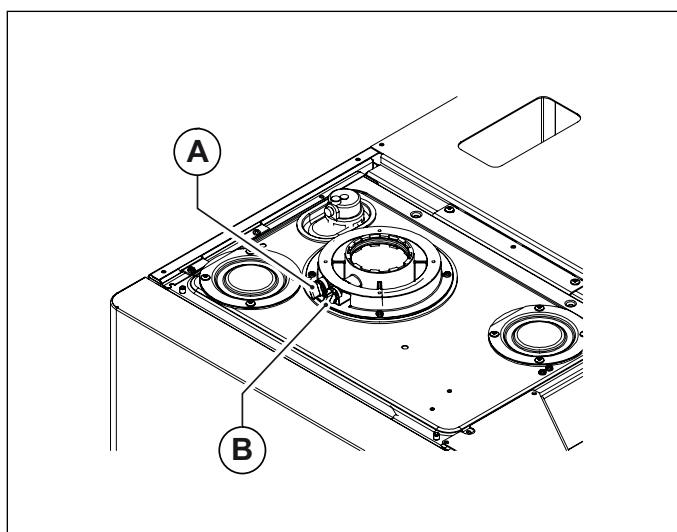
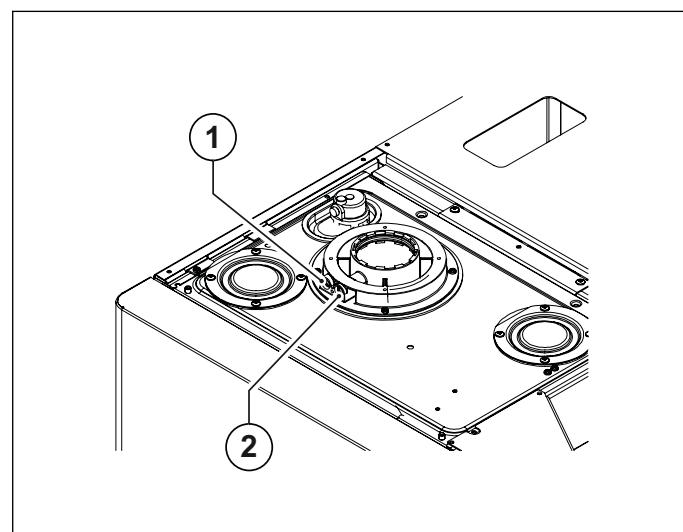

Fig. 20 Poziția bușoanelor
Fig. 21 Poziția orificiilor
Centrala termică este prevăzută cu un turn pentru racordarea conductelor de aspirație aer/evacuare gaze arse (vezi Fig. 20 Poziția bușoanelor și Fig. 21 Poziția orificiilor).
În turn au fost prevăzute orificii pentru accesul direct al aerului de combustie și pentru evacuarea gazelor arse (vezi Fig. 20 Poziția bușoanelor).
Înainte de a efectua măsurările înălțurați bușoanele **A** și **B** din orificiile prevăzute pe turn (vezi Fig. 20 Poziția bușoanelor).
- măsurarea aerului de combustie preluat din orificiu **1** (vezi Fig. 21 Poziția orificiilor).
- măsurarea temperaturii gazelor arse și a CO₂ prelevat din orificiu **2** (vezi Fig. 21 Poziția orificiilor).